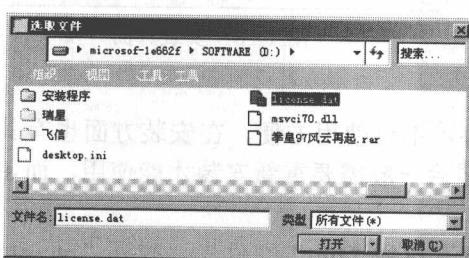

图 1-13 选取许可证服务器文件
(8) 在【指定许可证服务器】对话框中选择【锁定的许可证文件】单选项，点击 ，浏览文件，弹出【选取文件】对话框，如图 1-13 所示。